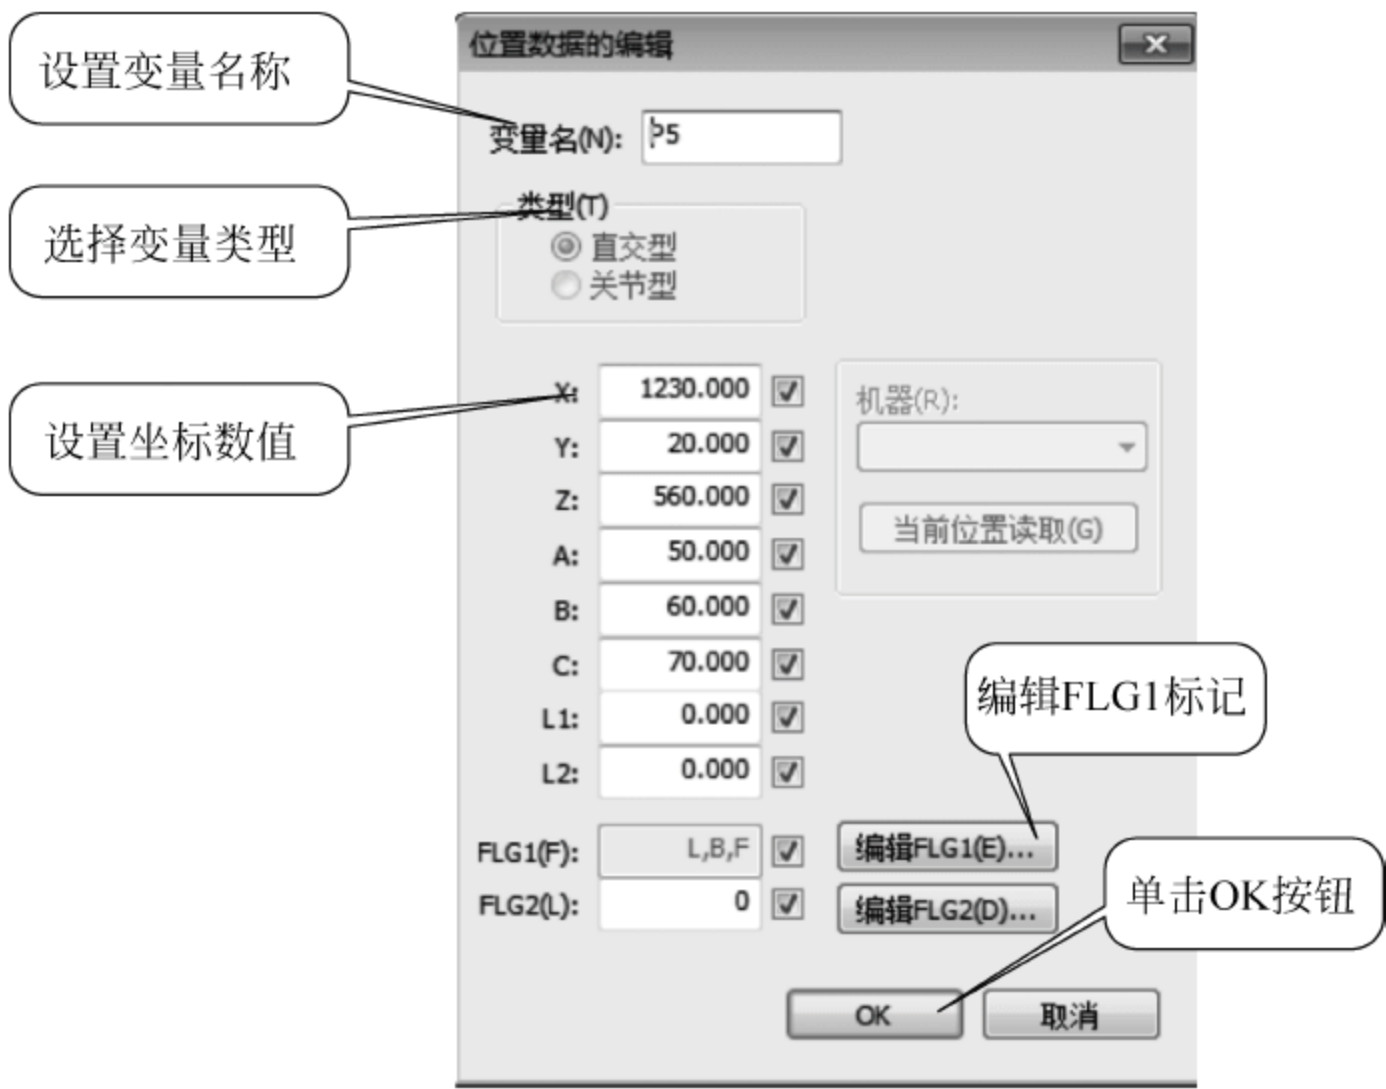

图 30-9 直接设置数据
- (1) 选定需要修改的数据。
- (2) 单击“变更”按钮,弹出如图 30-9 所示“位置数据的编辑”对话框。
- (3) 修改位置数据。
- (4) 单击 OK 按钮,数据修改完成。